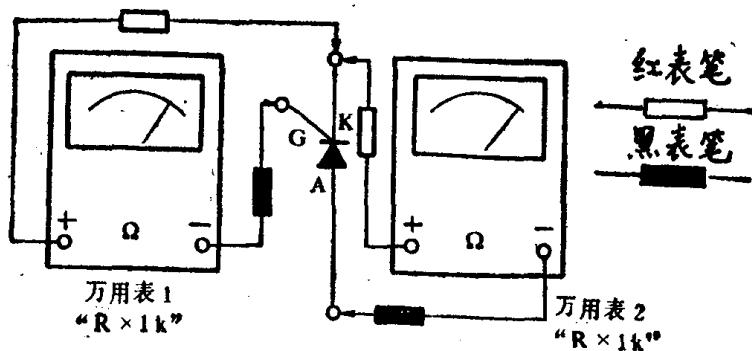

图1-4 单向可控硅测试电路
(1) 首先测量可控硅控制极G和阴极K之间正反向电阻，测量结果应当和普通硅二极管相同，其中G相当于二极管的正极，K相当于二极管的负极。
(2) 可控硅的导通情况，可用图1-4所示的电路测量。